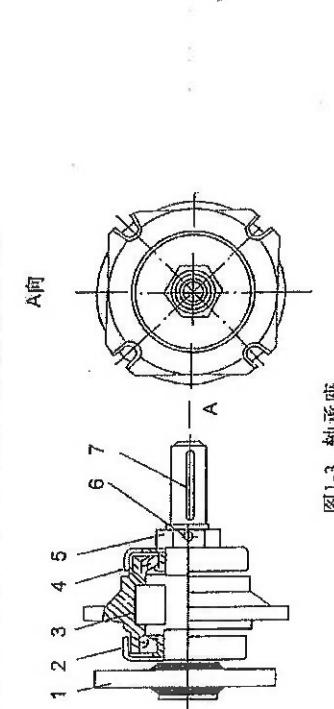

图1-3 轴承座
- 其中，轴承座如图1-3所示。底座上两孔有45°斜面，与轴承座上的对应球面组成可调节节，伞齿轮可沿轴承座上的轴上、下移动，以保证伞齿轮的良好啮合。